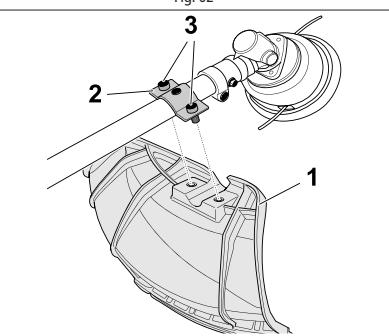

Fig. 03
- Fixe o protetor de corte (1) no suporte da roçadeira (2) com ambos os parafusos (3), [Fig. 03].